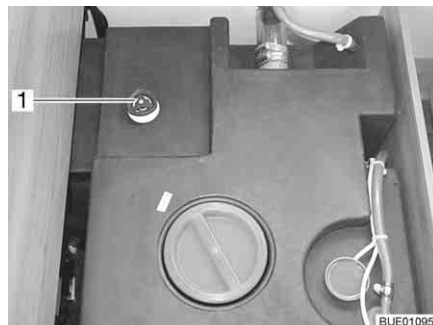

Bild 171 Vattentank med ratt
- Vrid ratten på vattentanken moturs mot motståndet till stoppläget (Bild 171,1) för att öppna utloppsöppningen helt.